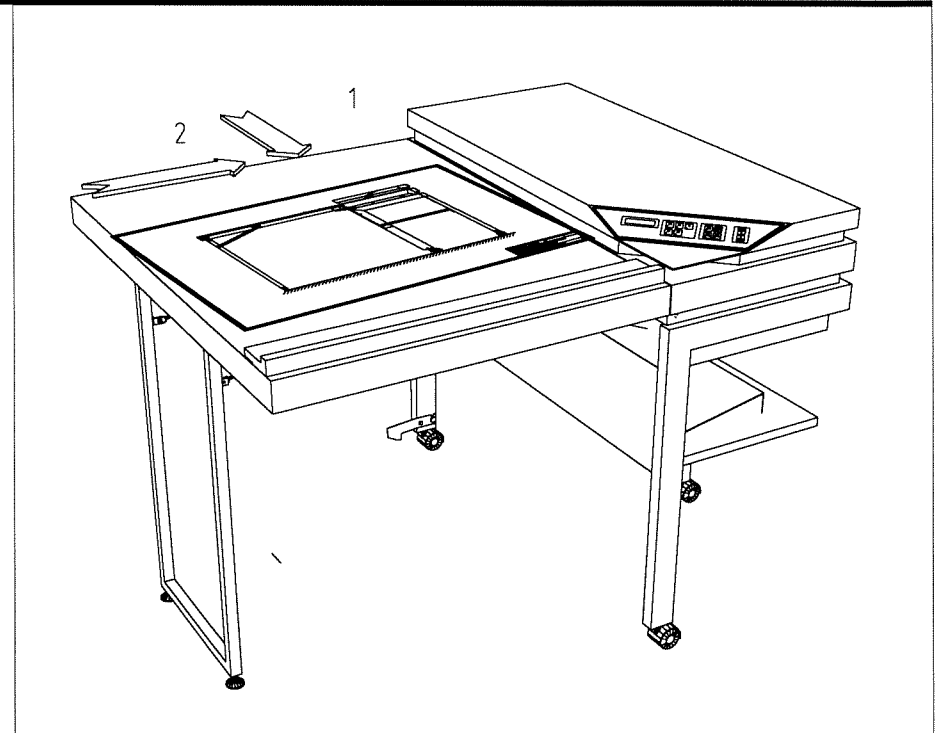

Bild 7-1 Anlegen des Faltrgutes.
Die Bedienung des Faltrgerätes erfolgt von der rechten Seite aus (siehe Bild 7-1). Legen Sie die zu faltende Zeichnung auf den Anlagentisch.
- Der einlaufende Teil des Faltrgutes liegt nach Beendigung des Faltrvorganges unten, d. h. bei Zeichnungen mit Schriftfeld muß das Schriftfeld in der rechten unteren Ecke liegen (siehe Bild 7-1).